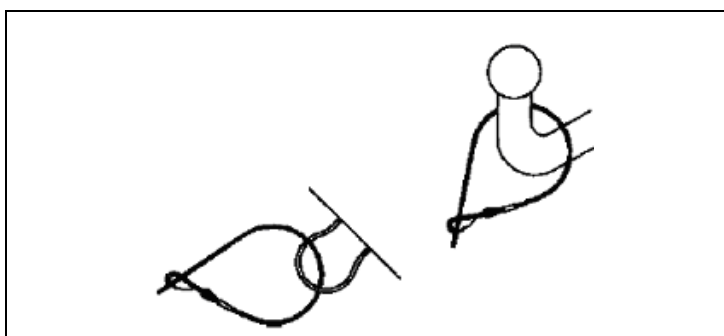

Figura 3.2 – Cable de desenganche
- 5 Fije el cable de desenganche al punto de fijación situado en la platina de enganche (figura 3.2) y, a continuación conecte la toma del cable eléctrico que controla la iluminación de los faros, los intermitentes, etc. a la toma del vehículo tractor.
- ❶ Asegúrese de que el freno de estacionamiento está quitado del todo bajando la palanca del mismo hasta el tope. Si es preciso, retire los calzos de las ruedas y guárdelos.
- ⑤ Fije el cable al punto de fijación situado en la platina de enganche (figura 3.2) y, a continuación, conecte la toma del cable eléctrico que controla la iluminación de los faros, los intermitentes, etc. a la toma del vehículo tractor.
- ⑥ Suba completamente la ruedecilla de guía e inmovilícela en su posición procurando que no interfiera con la varilla de freno ni con el cable de desenganche.
- ⑦ Asegúrese de que el freno de estacionamiento está quitado del todo bajando la palanca del mismo hasta el tope. Si es preciso, retire los calzos de las ruedas y guárdelos.